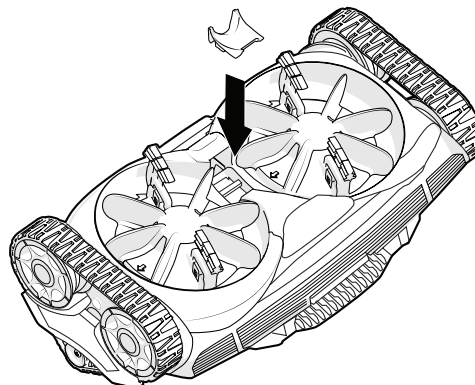

Figura 11. Vuelva a colocar el adaptador de entrada modular
2. Presione el adaptador de entrada modular hasta que quede en su lugar con un clic (figura 11).